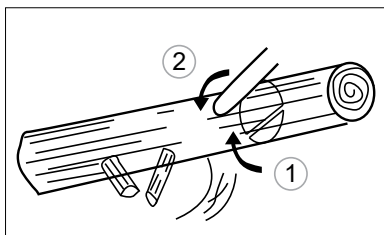

Fig. 21
2. În cazul în care trunchiul se află pe suporturi la un capăt, la început se taie partea de jos până la 1/3 din diametrul trunchiului, pentru a evita despicarea. Apoi finalizați tăierea de sus, astfel încât să coincidă cu prima tăietură, evitând astfel blocarea (Fig. 21).